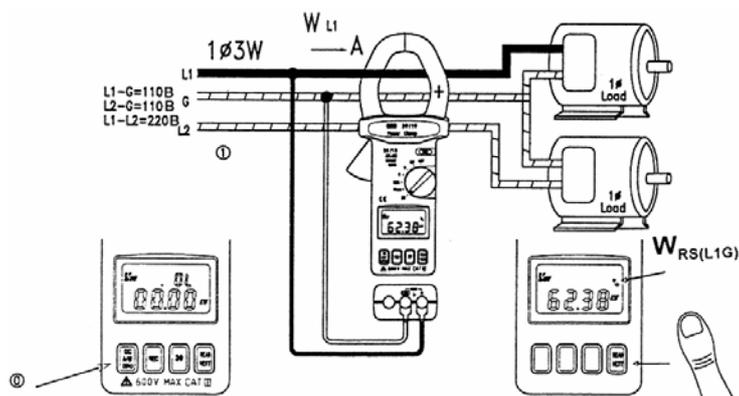

Рис. 14
9.2. Сначала замеряется W_{RS} (см. рис. 14).